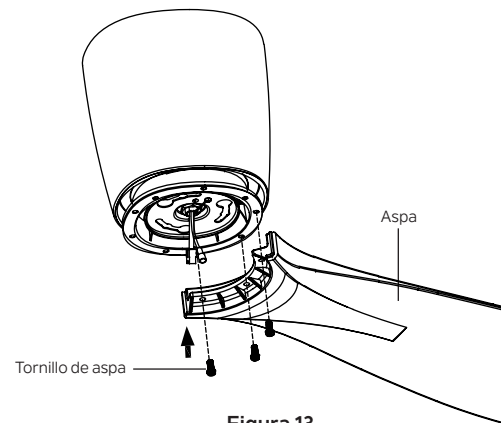

Figura 13
Paso 1. Fije las aspas del ventilador al volante usando los tornillos de las aspas y apriételos firmemente. (Figura 13)